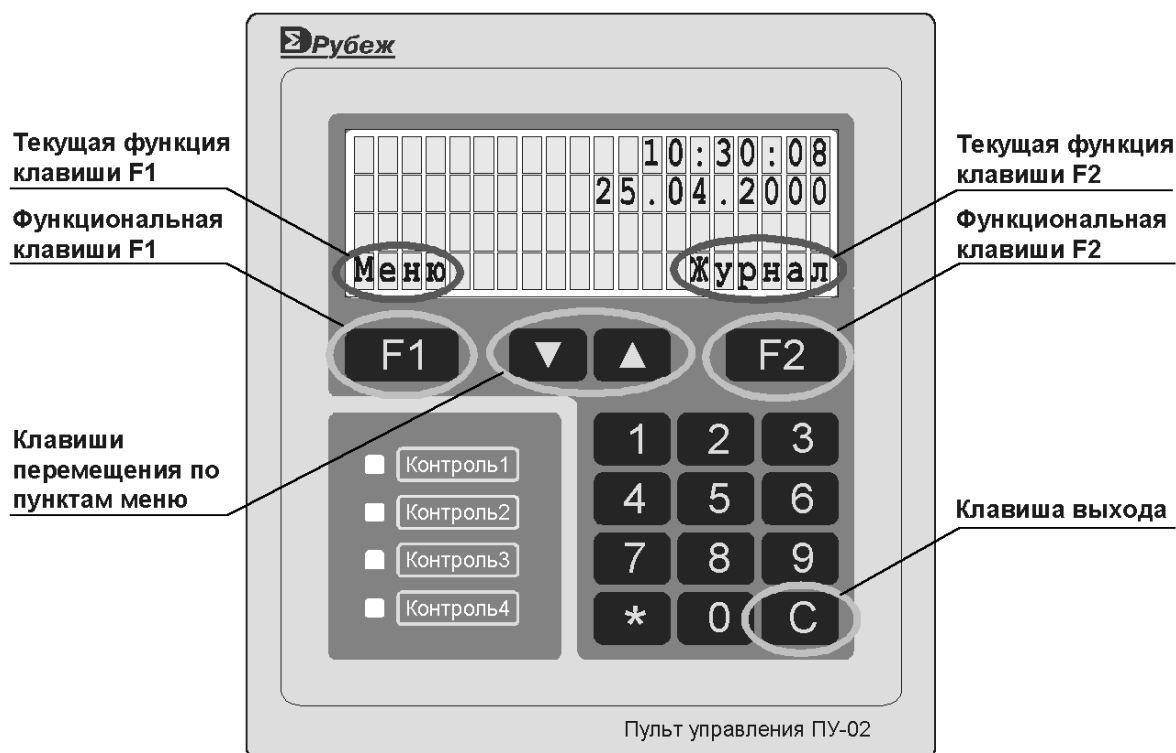
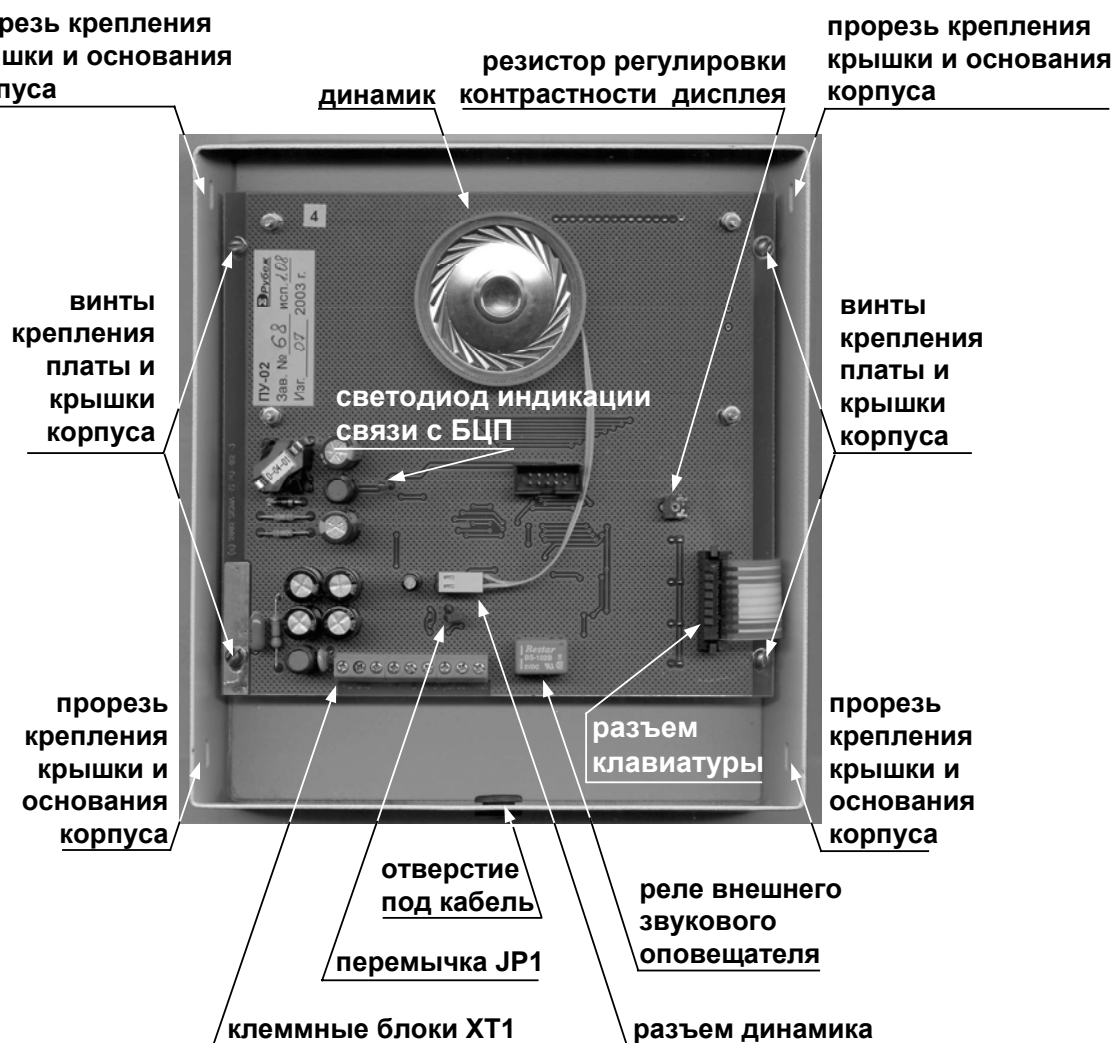
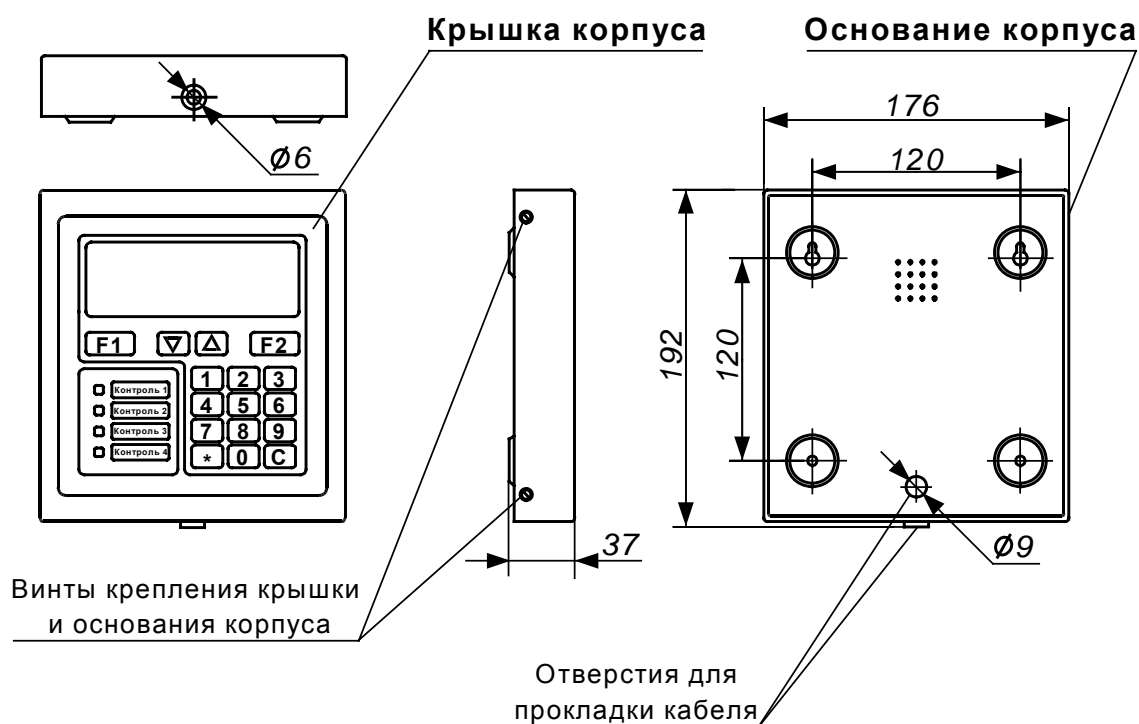

Рис. 1 Внешний вид ПУ
Рис. 3 Крышка корпуса ПУ (вид сзади)
Рис. 4 Габаритные и присоединительные размеры (накладное исполнение)
В составе прибора ПУ (Рис. 1) используется в качестве сетевого устройства и подключается по линии связи к БЦП по интерфейсу RS-485. Если ПУ является последним устройством в линии RS-485 – необходимо установить перемычку JP1 соответствующего резистора (120 Ом).
- клавиша  служит для выбора текущей функции (см. Рис. 1);
ПУ конструктивно выполнен в металлическом разъемном корпусе (Рис. 1, Рис. 3, Рис. 4) и состоит из крышки (Рис. 3) и основания корпуса (Рис. 4). Корпус ПУ обеспечивает степень защиты оболочки IP20. На боковых сторонах крышки корпуса расположены прорезы для винтов крепления крышки и основания корпуса. На нижней стороне крышки и основания корпуса предусмотрены отверстия для прокладки кабеля. Есть возможность прокладки кабеля через отверстие в основании корпуса (при поставке в отверстие вставлена заглушка).
Плата скреплена с крышкой корпуса – 4-мя винтами (см. Рис. 3).
Для закрепления ПУ на вертикальной поверхности в основании корпуса предусмотрены отверстия крепления (Рис. 4).
Габаритные и присоединительные размеры ПУ показаны на Рис. 4.
Элементы ПУ врезного варианта исполнения расположены аналогично накладному (см. Рис. 3). Однако в отличие от ПУ накладного варианта исполнения во врезном на плате отсутствует резистор регулировки контрастности дисплея.